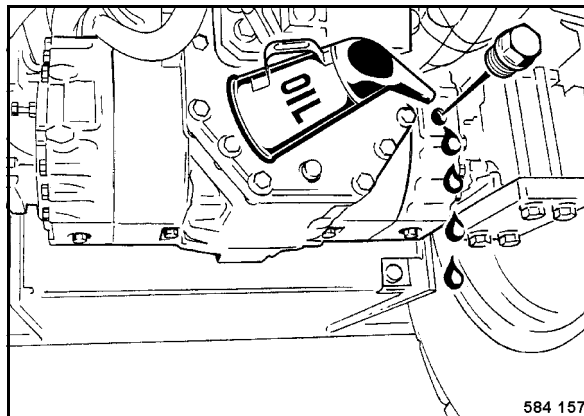

Fig. 152
- Cargar aceite por los taladros de control del nivel de aceite (Fig. 152) hasta el aceite se encuentra en la arista inferior del agujero.